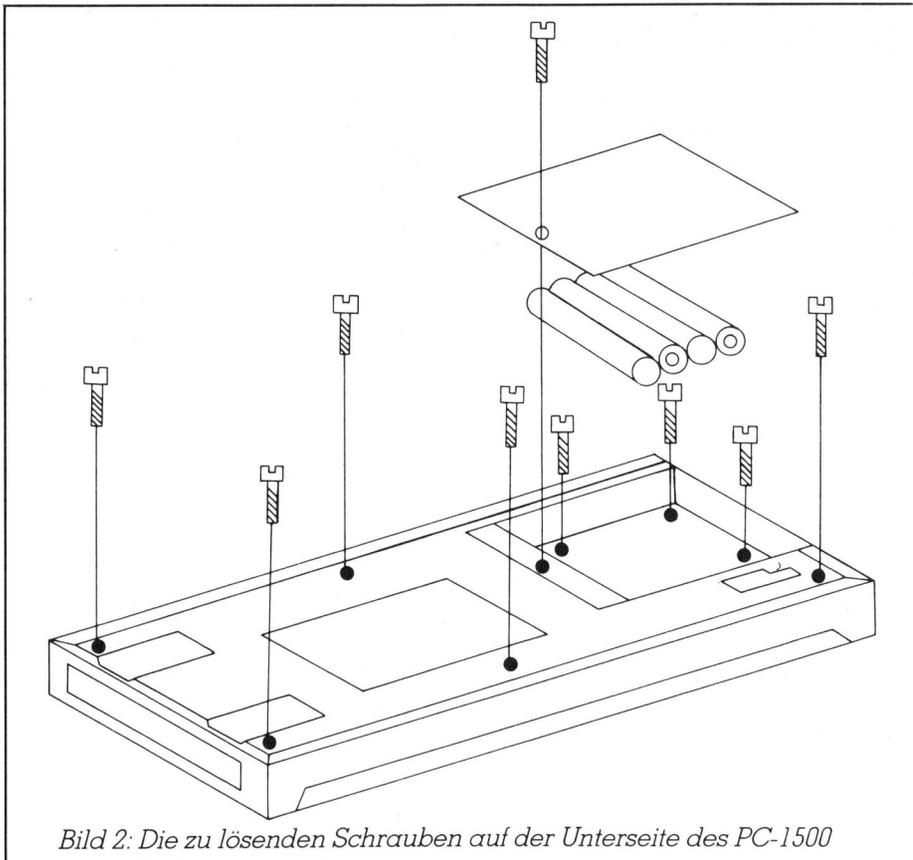

Bild 2: Die zu lösenden Schrauben auf der Unterseite des PC-1500
- Auf der Rückseite die fünf Schrauben heraus-schrauben (Bild 2).